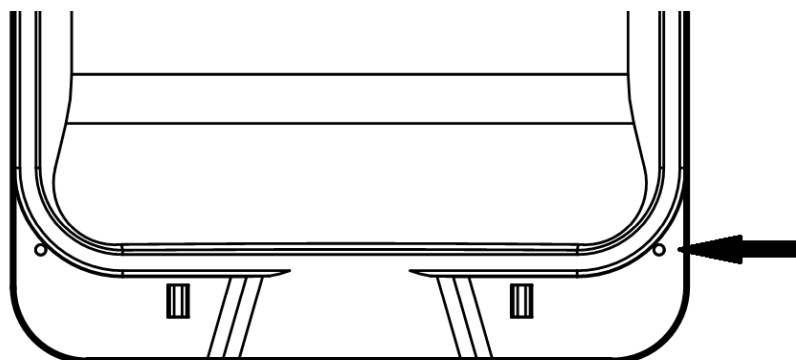

Рис. 4 Отверстия для пломбы.
2.3 Изделие имеет возможность установки проволочного запорно – пломбировочного устройства на крышку (Рисунок 4).